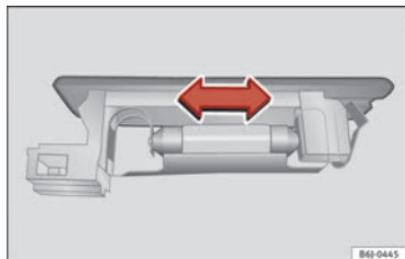

Fig. 201 Éclairage du coffre à bagages.
- Appuyez sur l'ampoule latéralement et retirez-la du logement ⇒ fig. 201.